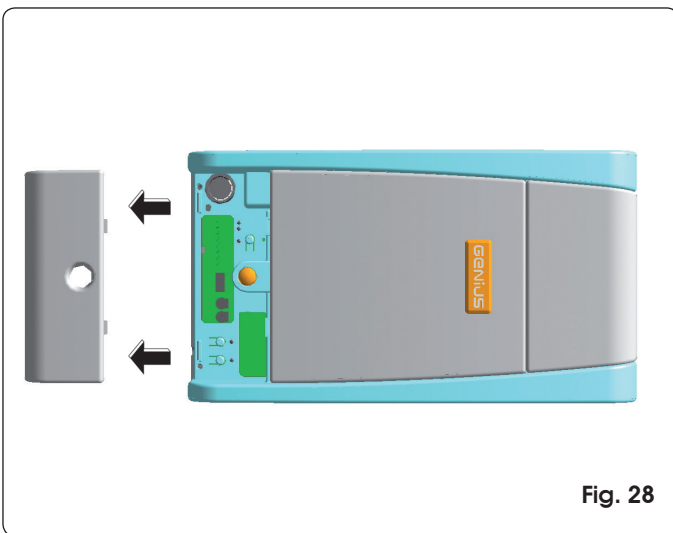

Fig. 28
**👉** De SET-UP-cyclus moet worden uitgevoerd met de kunststof behuizing gemonteerd. Alleen het klepje aan de achterkant hoeft te worden verwijderd (Fig. 28). Pak het klepje aan de achterkant met twee handen vast en trek hem zachtjes naar beneden. Monteer het klepje weer na de procedure in dit hoofdstuk te hebben beëindigd.